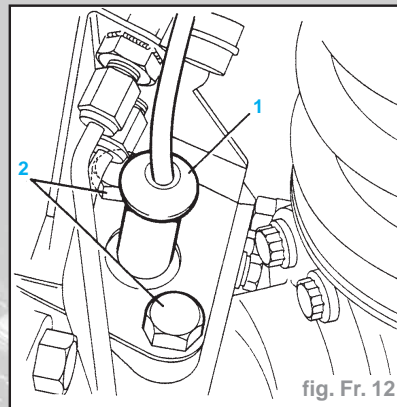

fig. Fr. 12
- Nettoyer la zone (1) tout autour du capteur pour empêcher toute entrée de poussière (Fig. Fr. 12). A l'aide d'un levier approprié, extraire ce capteur de son coussinet de fixation.
- Déposer les boulons de retenue (2) du pivot supérieur avec le flexible volant de freins et le joint du capteur (Fig. Fr. 12).